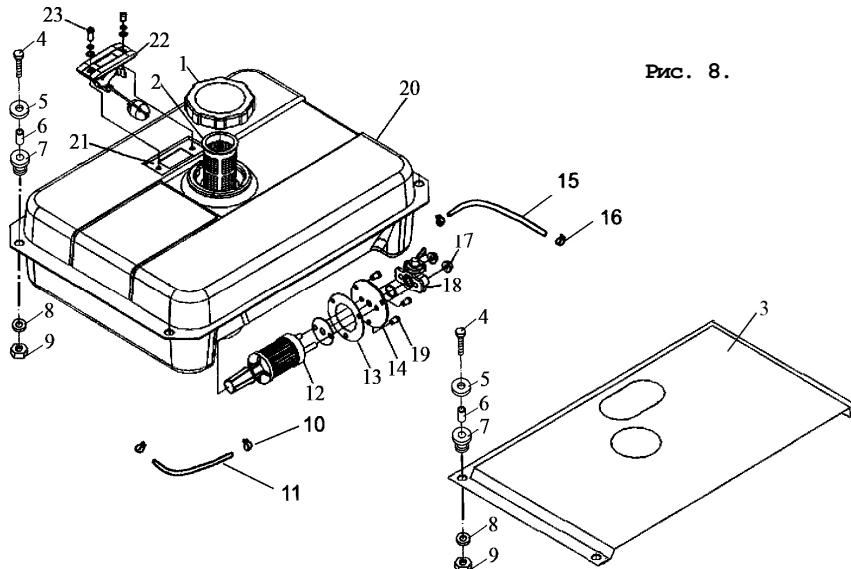

Рис. 8.
**9.4.2. Снять крышку бензобака поз. 1 (рис. 8), демонтировать фильтр поз. 12 (рис. 8), стараясь не повредить уплотнения. Слить остатки топлива во вспомогательную емкость.**
**9.4.3. Удалить загрязнения с фильтров поз. 2 и поз. 12 (рис. 8) промыванием в легком растворителе (типа №646) и продувкой. Высушить фильтры и установить их на место.**
**9.4.5. Внимание!** После заправки убедиться в отсутствии утечек топлива из системы питания. Не запускать двигатель с демонтированными топливными фильтрами. Особое внимание обратить на топливные шланги поз. 11, 16 (рис. 8).
9.6.2. Удалить или полностью выработать имеющуюся в баке топливную смесь. Слив производить, сняв топливный шланг с крана поз. 18 (рис. 8).